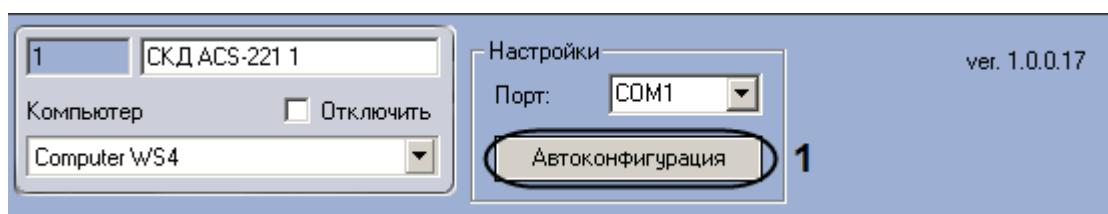

Рис. 3.3—1 Автоматическое построение дерева объектов
1. Перейти на панель настроек объекта СКД ACS-221 (Рис. 3.3—1).
2. Нажать на кнопку **Автоконфигурация** (Рис. 3.3—1, 1).